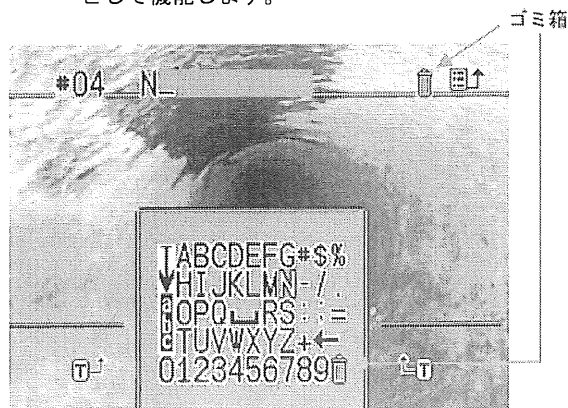

図13 テキスト選択画面
- 3). 矢印キーを使ってテキストエリア内を移動し、カーソルをゴミ箱のアイコン に合わせます。図 13 では、ゴミ箱がタイトルエリアの右に表示されています。ゴミ箱アイコン がハイライトされるまで矢印キーで上がり、選択キーを押します。（またはテキスト文字の最後にあるゴミ箱を選択することもできます。図 13 参照）